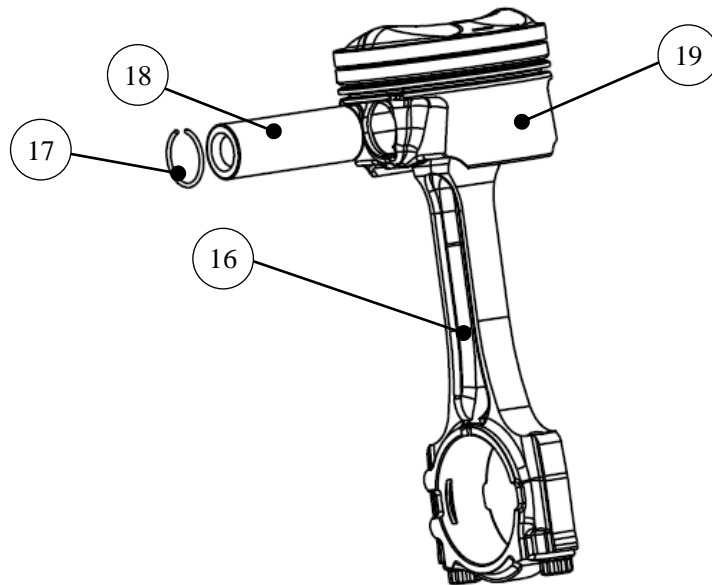

图 C-5 活塞、连杆总成、活塞销、弹性挡圈的装配
- 3)、活塞销 ⑱ 外圆面均匀涂抹发动机润滑油, 依次穿过活塞后端销孔、连杆小头孔、活塞前端销孔, 直至抵上前端挡圈后停止, 如图 C-5, 在装配时, 确保连杆总成 ⑰ 和活塞 ⑱ 的朝前标识方向一致;